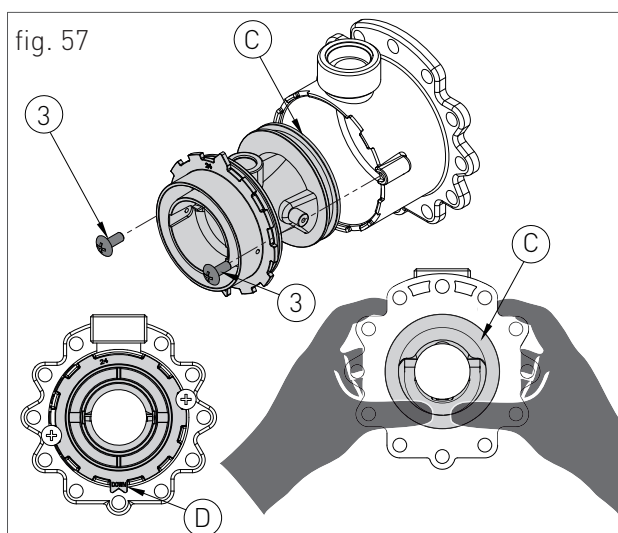

fig. 57
- › retirer les deux vis '3' (fig. 57) et faire pression sur le côté arrière du venturi 'C' (fig. 57);
- › remplacer le corps du venturi par celui adapté au type du gaz fourni (code 30-00230 pour le gaz naturel / code 30-00229 pour PROPANE) et s'assurer que la dent 'D' (fig.57) est réglée vers le bas sur l'écrou à anneau en aluminium (voir fig.57);